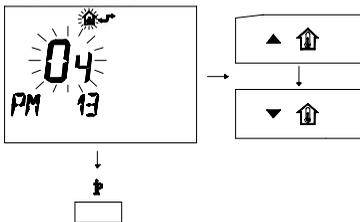

fig. 5.34
- 4 Per modificare il *SET* programmato agire sui pulsanti o e aspettare che il numero programmato cominci a lampeggiare (fig. 5.34)